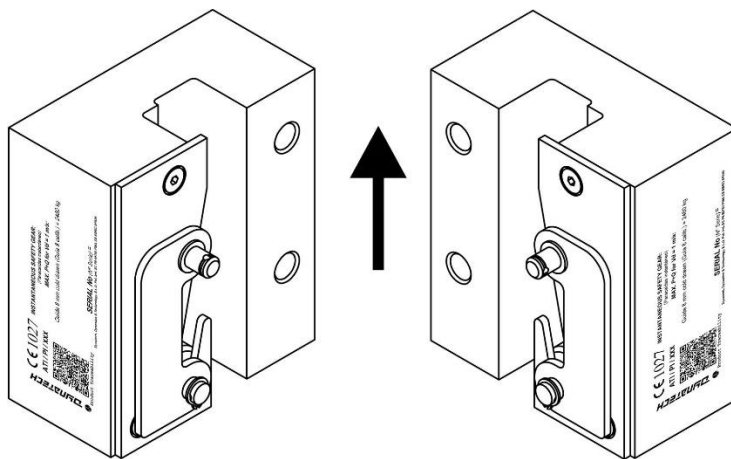

Figure 3: Sens de la position du montage
**Position des parachutes:** Le sens de la position du montage des parachutes devra être comme celui représenté dans la Figure 3.